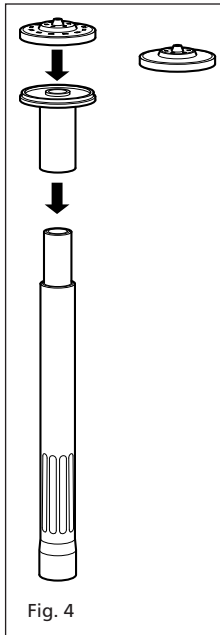

Fig. 4
- Wybrać żądaną fontannę. 2- i 3-poziomowa głowice mocuje się bezpośrednio na trzonie (zob. rys. 4). Trzon głowicy należy nasunąć na węższą rurę teleskopowego trzonu (zob. rys. 4). Umieścić pompę w wybranym miejscu. Uwaga: sprawdzić, czy wewnętrzny trzon rury teleskopowej nie został wsunięty do rury zewnętrznej.
2. Выберите желаемую фонтанную насадку. 2-х и 3-х ярусные фонтанные насадки просто прикрепляются к трубке фонтана (см. Рис. 4). После этого разместите насос в желаемом месте. Внимание: проверьте, что внутренняя трубка раздвижной трубки не вдвинута внутрь наружной трубки.
2. Откройте переднюю пластину (см. Рис. 4 (G)) до тех пор, пока два удерживающих язычка не выйдут из проушин на корпусе мотора.